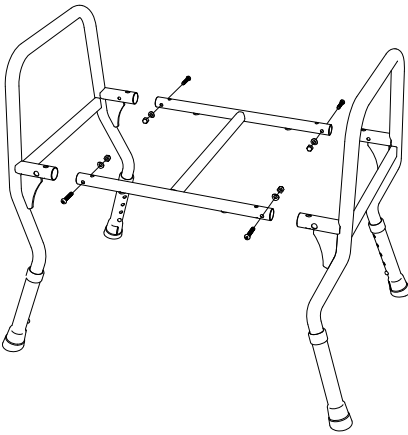

Abb.2
3. Setzen Sie nun von der Innenseite des Verbindungsrahmens die vier Unterlegscheiben mit der konkaven Seite zum Rahmenrohr auf die Schraubengewinde und ziehen die Schraube mit der Hutmutter fest (Abb. 2).